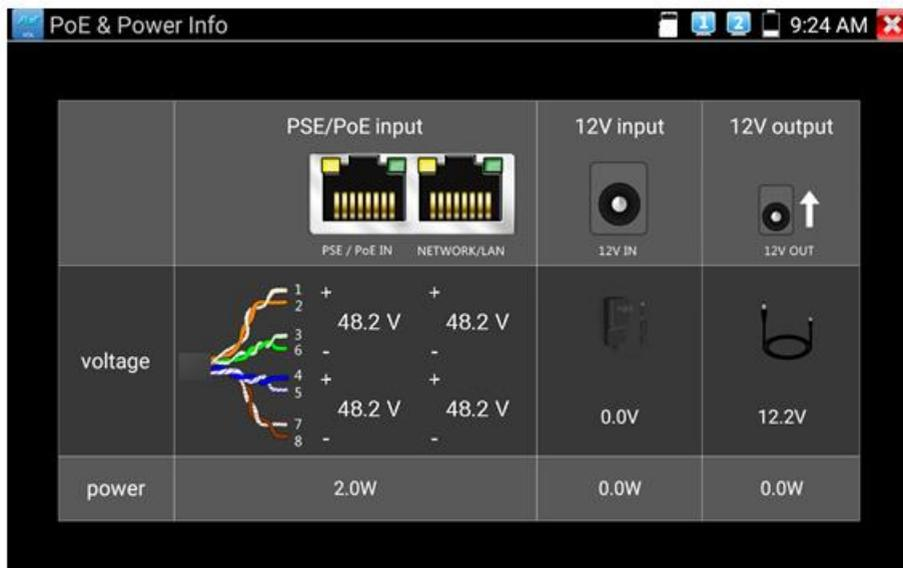

Рис. 127 Интерфейс приложения «PoE тестер»
4. На экране отобразится напряжение (красным шрифтом, в вольтах) на пронумерованных парах. Ниже этой диаграммы отобразится потребляемая устройством мощность в Ваттах, рис. 127